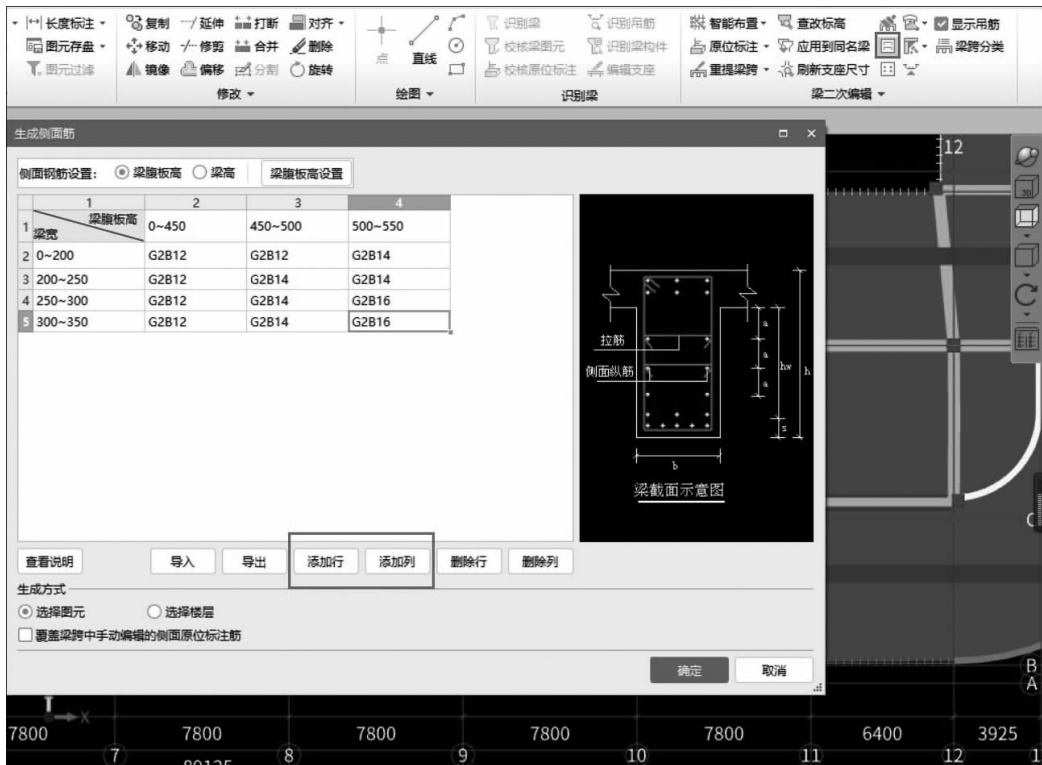

图 1-26 自动生成侧面钢筋优化
⑦自动生成侧面钢筋优化。根据梁高设置侧面钢筋并自动生成(见图 1-26),优化了原功能侧面钢筋设置生成条件的问题。